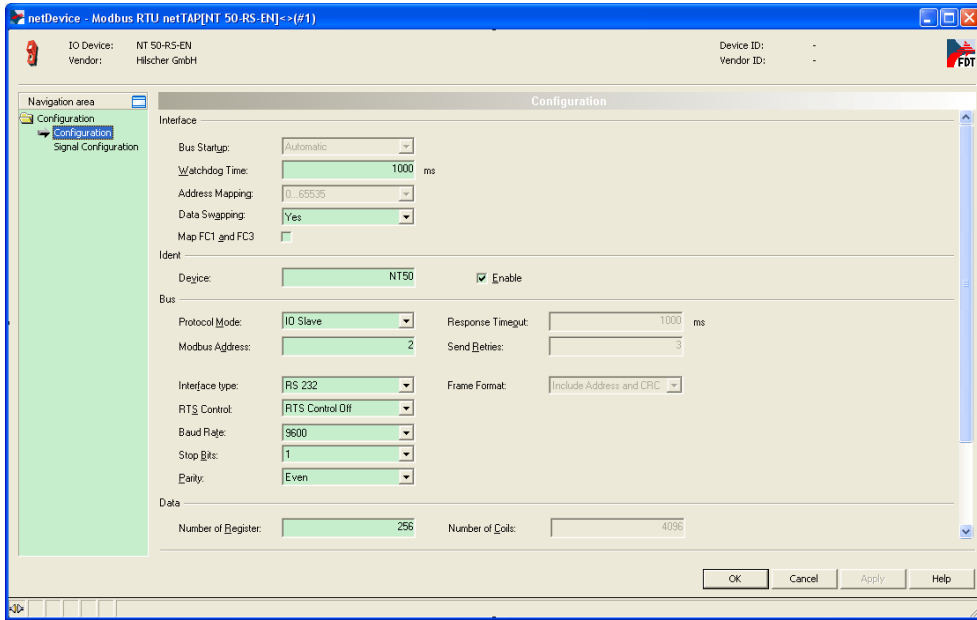

图 24
- 8) 右击网关图标，选择“Configuration” “Modbus RTU”，弹出对话框，设置网关作为 Modbus RTU 从站或者主站（作为主站时，还需要配置主站命令表，可参考第 9 步的说明），设置串口参数，如：串口类型、波特率、奇偶校验等，如图 24 所示。